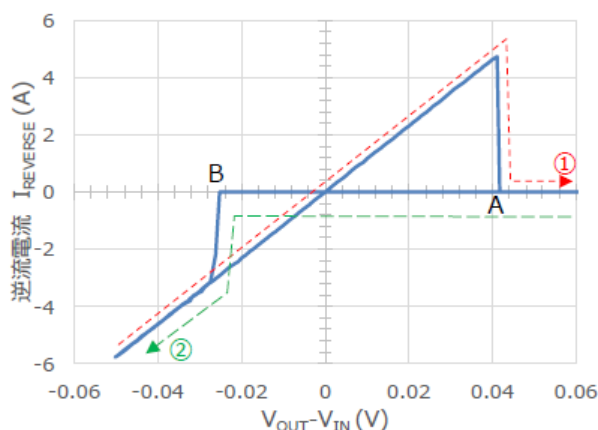

図 3.12 TCK111G の  $I_{REVERSE}$  と  $V_{OUT} - V_{IN}$  特性例
| 図 3.12 | TCK111G の $I_{REVERSE}$ と $V_{OUT} - V_{IN}$ 特性例 ..... | 9  |
図 3.12 は常時監視型逆流防止機能内蔵の TCK111G の逆流防止回路による逆流電流特性の参考例です。①の線（赤線）で示すように、 $V_{OUT}$  と  $V_{IN}$  の差（ $V_{OUT} - V_{IN}$ ）が増加すると  $I_{REVERSE}$  は増加します、約 40mV の差となる A 点の  $V_{OUT} - V_{IN}$  の電圧で逆流防止回路が動作して  $I_{REVERSE}$  が流れなくなります。また、②の線（緑線）で示すように、逆流防止回路が動作後に  $V_{IN}$  が  $V_{OUT}$  よりも約 30 mV 上昇する B 点の電圧で逆流防止回路が停止して順方向に電流が流れ始めます。